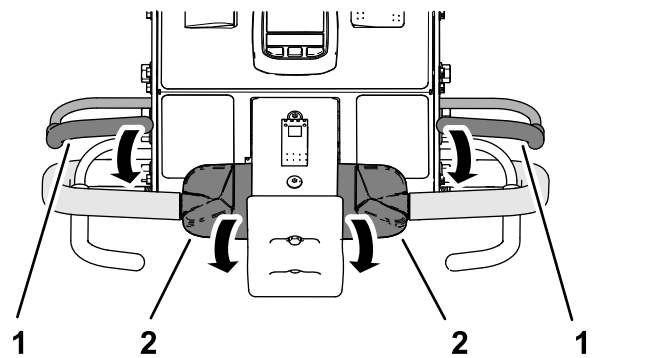

Figura 33
2. Țineți oricare dintre manetele pentru prezența operatorului la bara de ghidare și rotiți partea superioară a comenzii de traciune spre înainte (Figura 33).